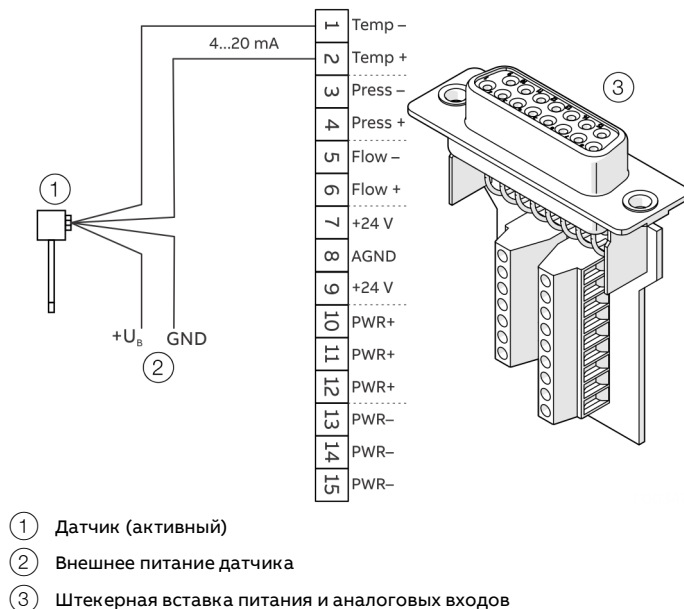
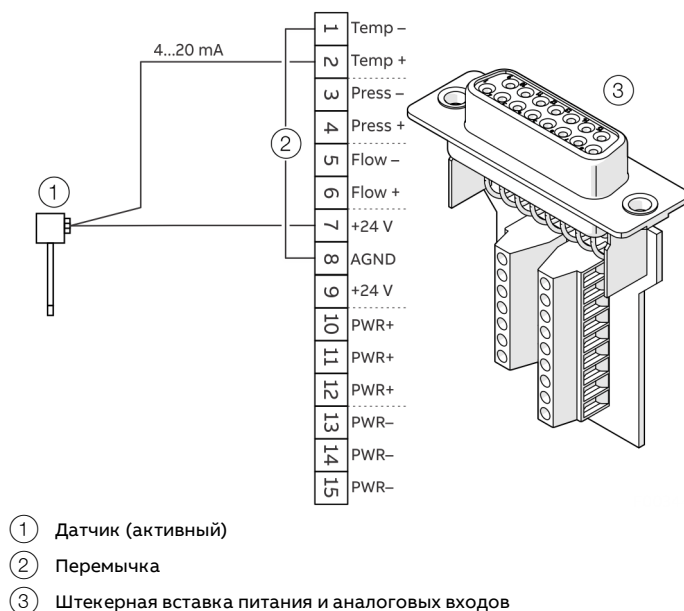

Рисунок 29. Пример подключения аналогового входа, активного (пример, датчик температуры)
Рисунок 30. Пример подключения аналогового входа, пассивного (пример, датчик температуры)
- Подключите кабели в соответствии с **Рисунок 29** «Активный датчик» или **Рисунок 30** «Пассивный датчик» к винтовым клеммам штекерной вставки.